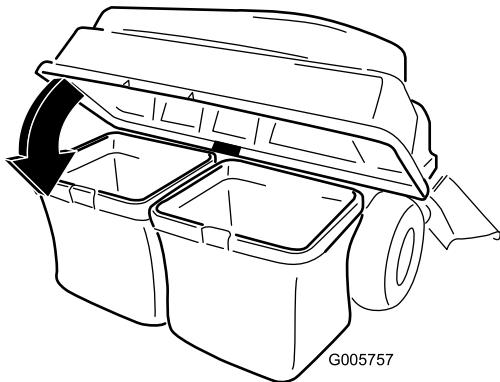

Figura 15
- Baje la tapa del ensacador sobre la bolsa (Figura 15).